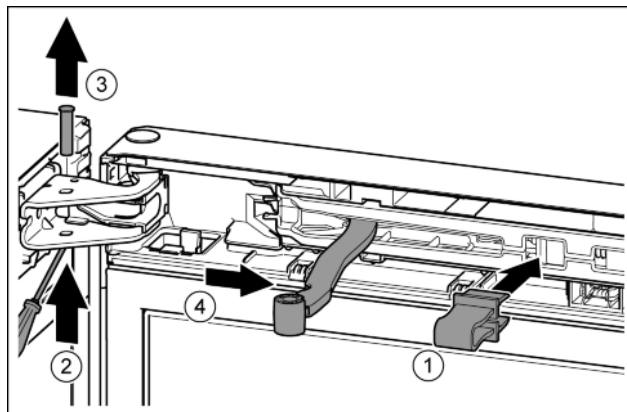

Fig. 13
- Pojistku nechte zapadnout do otvoru. Fig. 13 (1)
- Šroubovákem vysuňte čep. Fig. 13 (2)
- Čep vytáhněte nahoru. Fig. 13 (3)
- Otočte kloub směrem ke dveřím. Fig. 13 (4)